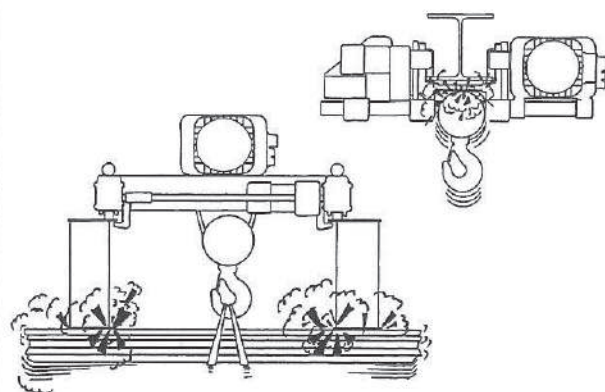

fig.88
- Cuando el montacargas está dotado de carretilla y obstáculo reducido DST/R o biviga DRT, el fin de carrera de subida **DEBE** ser regulado para evitar el riesgo de colisión de la carga y/o de la garrucha o partes del montacargas contra la estructura de la/s viga/s (fig. 88)